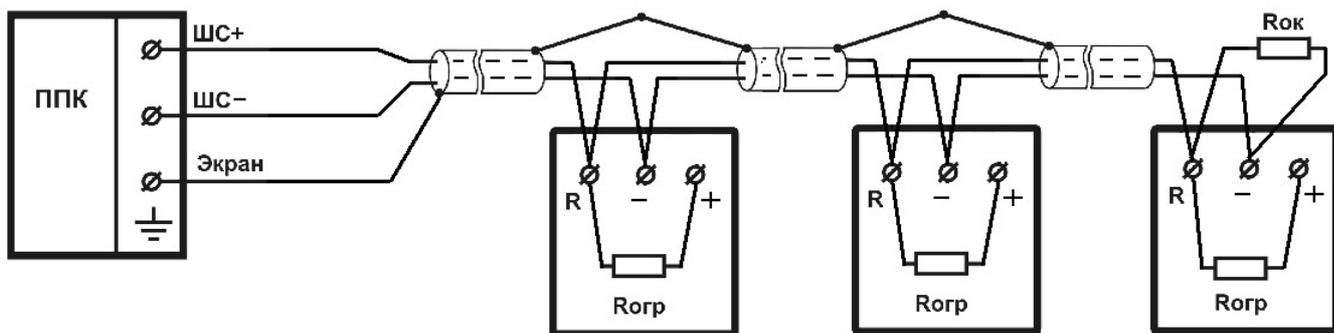
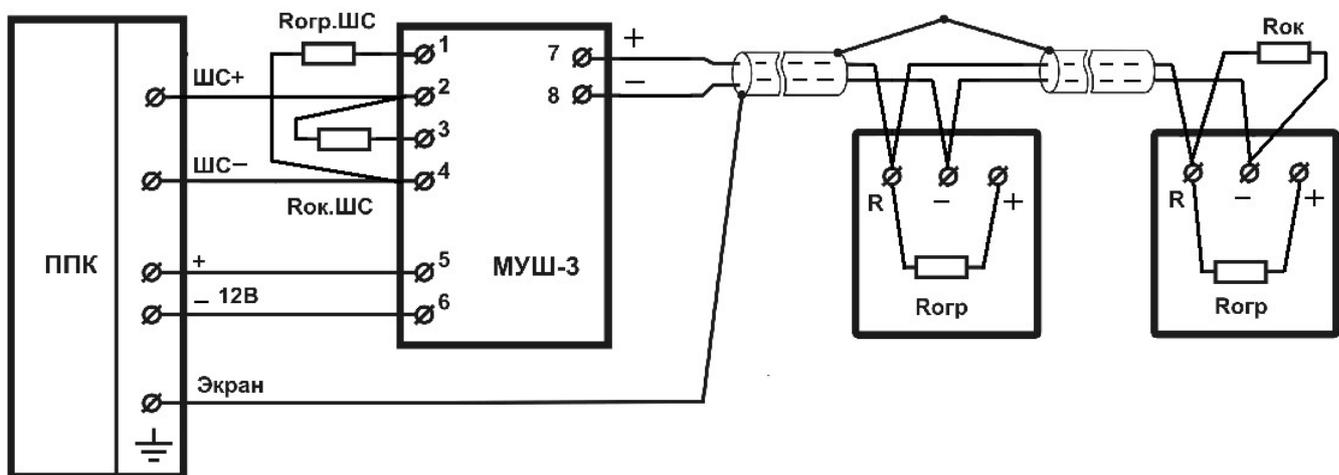

Рис. 3
Рис. 7
5.5 Схемы подключения извещателя к различным ШС приведены на рис. 3- рис.7.
6.4 Подключить ШС к извещателю согласно рис. 3 - рис. 7. Затянуть винты. Проверить надежность соединения. Закрыть крышку извещателя, совместив метки на основании и на крышке. Провернуть крышку относительно основания, по ходу часовой стрелки до упора.
6.6 Схема подключения извещателя к ППК с четырехпроводным ШС показана на рис. 5 – рис. 7. Модуль согласования шлейфов МУШ-2 формирует сигнал «ТРЕВОГА» уменьшением тока или разрывом цепи сигнальной линии четырехпроводного шлейфа, а модуль согласования шлейфов МУШ-3 увеличением тока в цепи сигнальной линии четырехпроводного шлейфа.